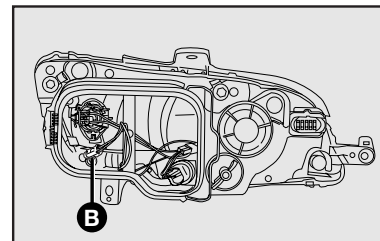

fig. 33
- 4) luego de cambiar la lámpara, rearme nuevamente el portalámpara **B-fig. 33** y recolóque la tapa, bloqueándola con el resorte.